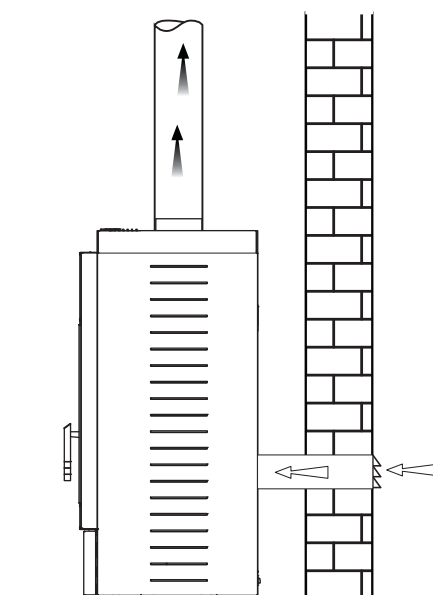

Fig. 5.6
- pour garantir un meilleur confort dans la pièce il est possible de raccorder l'amenée d'air comburant du poêle à la prise d'air à l'aide d'un conduit spécial (Fig. 5.6).